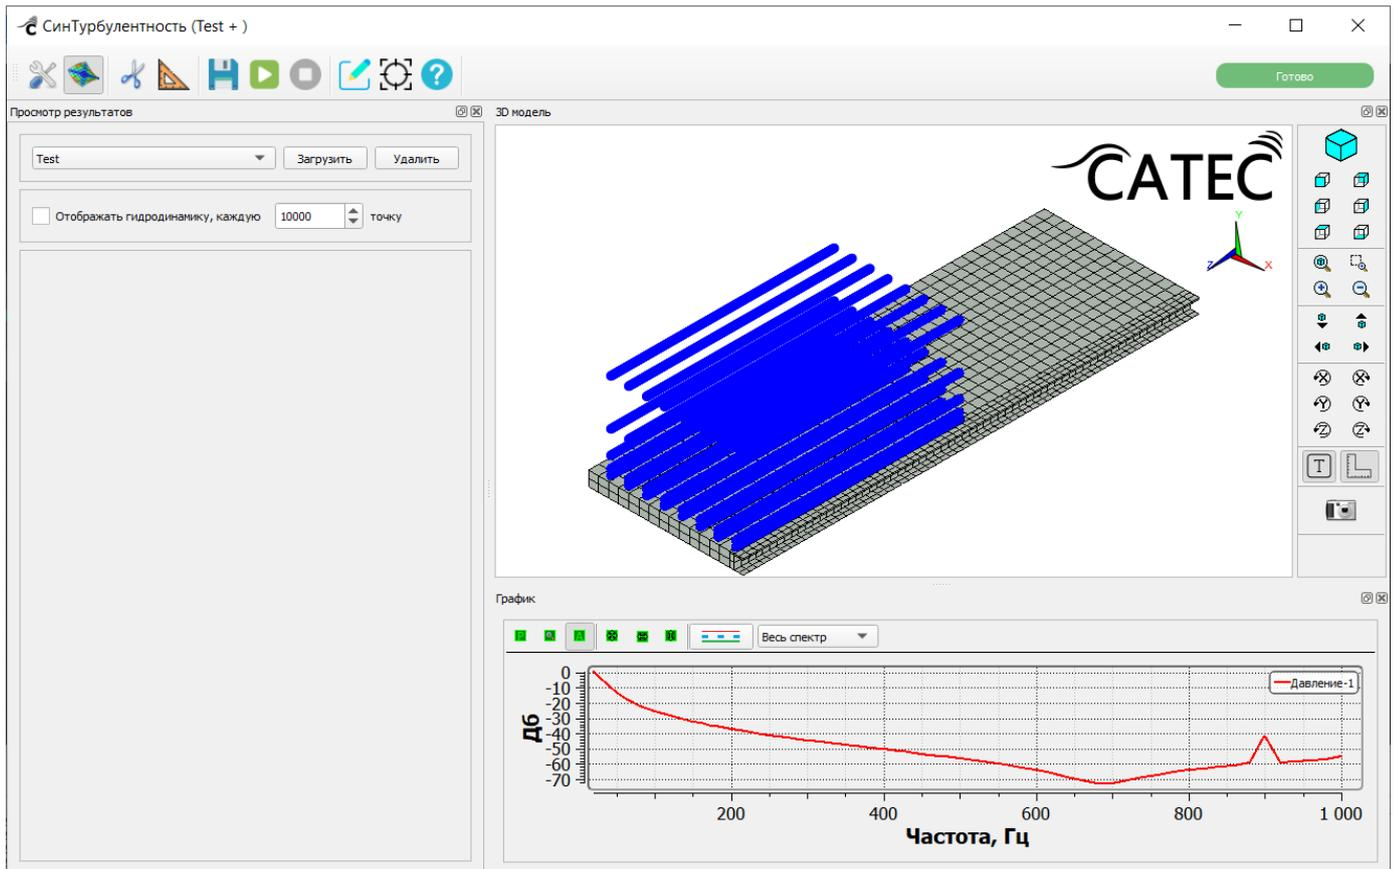

Рисунок 249 – Просмотр результатов расчета модуля «СинТурбулентность».
– выбрать из списка результат расчета и нажать на кнопку «Загрузить». На сцене синими точками отобразятся линии тока жидкости и график давления в точке воздействия из гармонического анализа, или (при выборе нескольких воздействий) проходная характеристика в точках воздействий (Рисунок 249);